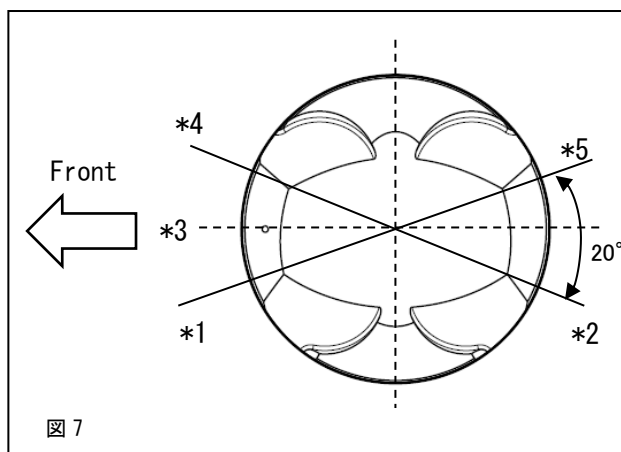

図 7
5. 3 図7のようにピストンリングの合い口が重ならないように位置を調整してください。